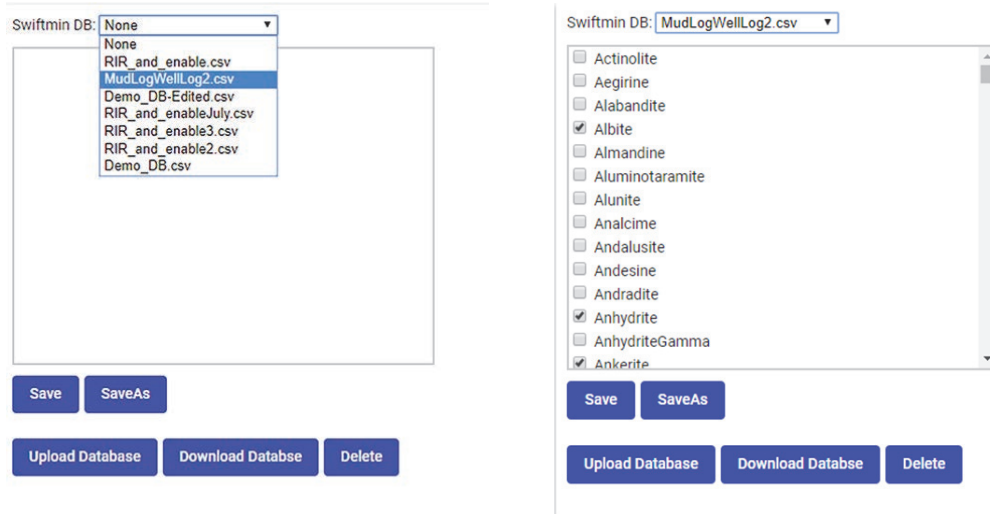

Figura 5-8 Selección de una base de datos (izq.) y modificación de la lista de minerales (der.)
2. Pulse el botón de flecha hacia abajo en la sección de selección de la base de datos SwiftMin (**SwiftMin DB**) y escoja una base de datos (ver Figura 5-8 en la página 82).
3. En la lista de minerales, seleccione la casilla de verificación que corresponde al mineral deseado si busca habilitarlo o deshabilitarlo en la base de datos (ver Figura 5-8 en la página 82).